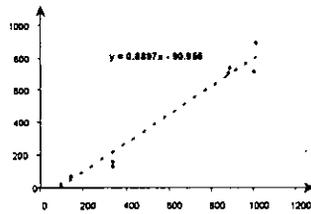

Figure A-2 - Plano Mínimo
- 1.3.3 Redibujar la curva usando los fletes mínimos por distancia recorrida (ver Figura A-2).